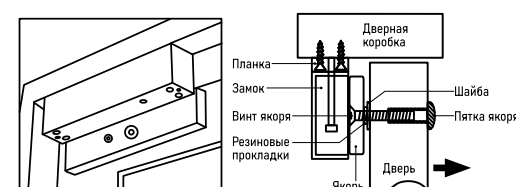

Рис. 1 Стандартный монтаж на дверную коробку
- 4. Выберите способ установки, исходя из схем, представленных на Рис. 1, 2, 3 и 4.